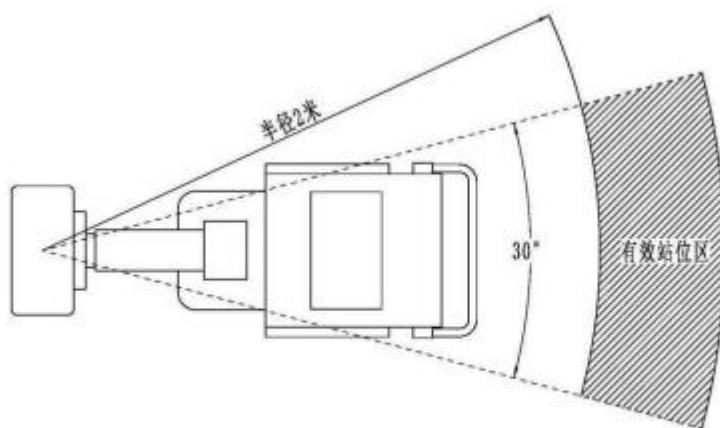

图 14
7.4.2 操作人员在摄影时,尽可能使用 遥控 曝光方式;如使用手开关曝光方式,操作人员应使用防护用具和穿戴好 X 线防护衣,则应在有效占位区(图 14)内操作。如使用手开关曝光尽可能使用手开关延长线远离 X 源,空气比释动能率不超过 0.5mGy/h 。